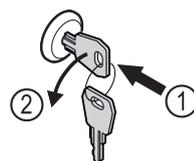

Fig. 181
- ▶ Вставьте ключ. Fig. 181 (1)
- ▶ Поверните ключ на 90° против часовой стрелки. Fig. 181 (2)